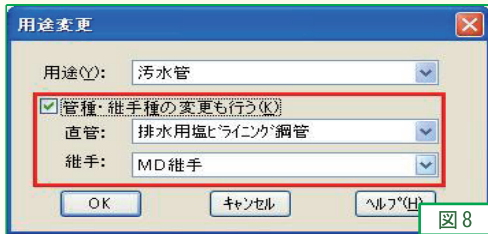
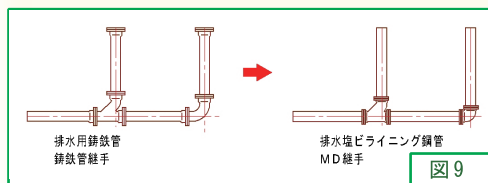

図8
図9
4. [用途変更] ダイアログが表示されますので、「管種・継手種の変更も行う」にチェックを入れ、直管・継手を選択して「OK ボタン」をクリックします (図8、図9)。